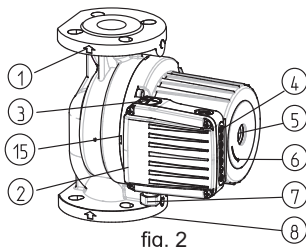

fig. 2
При установке нужно соблюдать. Направление потока воды указано стрелкой на корпусе насоса, как показано на (fig. 2 - POS. 1).
ВНИМАНИЕ! Корпус должен быть изолирован до прорези между двигателем и корпусом. Отверстия для отвода конденсата должны быть свободными и обеспечивать выход жидкости из гнезда статора. Когда выполняется изоляция только корпуса насоса (рис. 2, 3 поз. 15) в отопительных системах эти выходы должны оставаться свободными.
Перед выполнением соединения следует открыть верхнюю крышку (рис. 2, поз. 2).
- открутить воздухоотводную пробку и повернуть вал с помощью отвертки (рис. 2 поз. 5), пока насос не освободится;